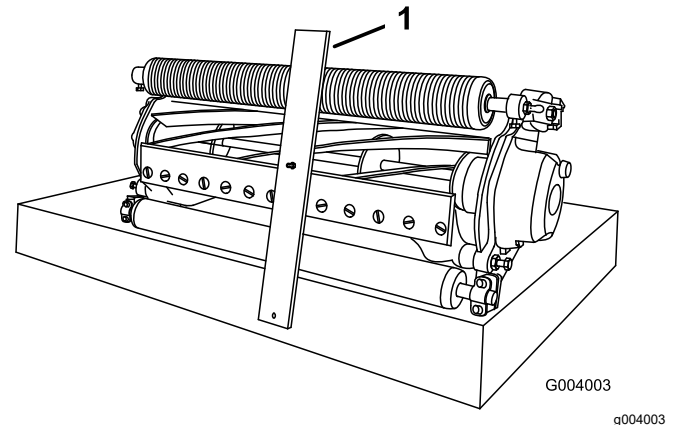

Figure 15
2. Accrochez la tête du boulon du gabarit de hauteur de coupe au tranchant sur le côté droit de la contre-lame et appuyez l'arrière du gabarit contre l'arrière du rouleau (Figure 15).